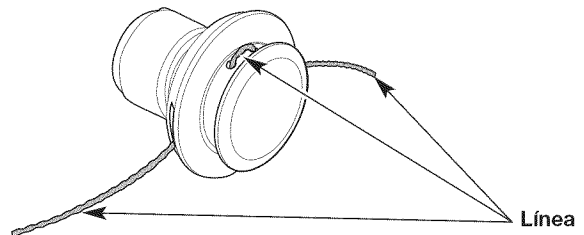

Fig. 13
4. Hale los extremos de la línea hasta que la misma esté apretada contra el cabezal de corte. Asegúrese de que los extremos de la línea sean de igual longitud (Fig. 13).